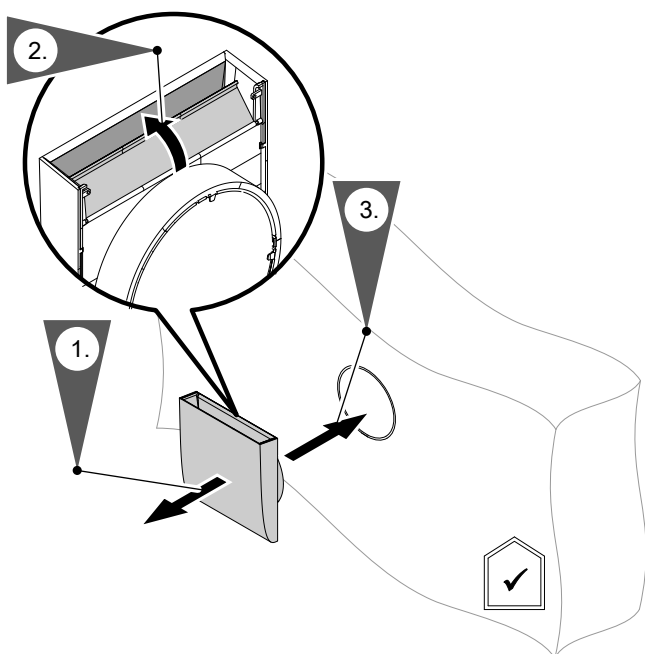

Рис. 1
1. Извлеките диафрагму внутренней стены из стены: См. рис. 1 на стр. 8.
4. Протолкните диафрагму внутренней стены в стену: См. рис. 1 на стр. 8.